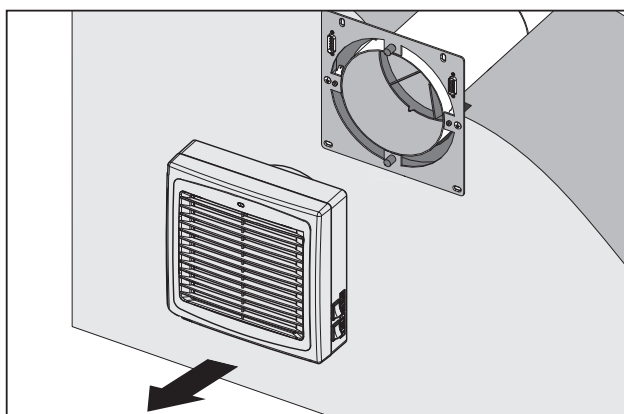

Abb. 22. Entfernung der Ventilatoreinheit
- Ziehen Sie die Ventilatoreinheit ab, Abb. 22.